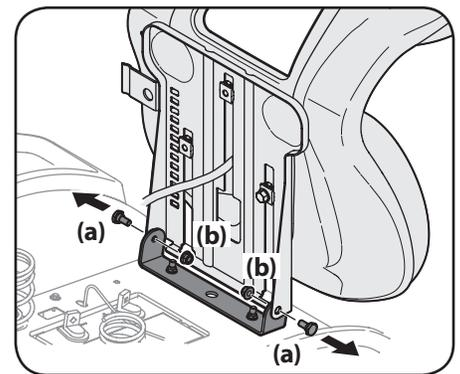

Figure 2-2
2. Enlevez les deux boulons à épaulement (a) et les contre-écrous (b) qui se trouvent sur la cuvette du siège, comme à la Figure 2-2.